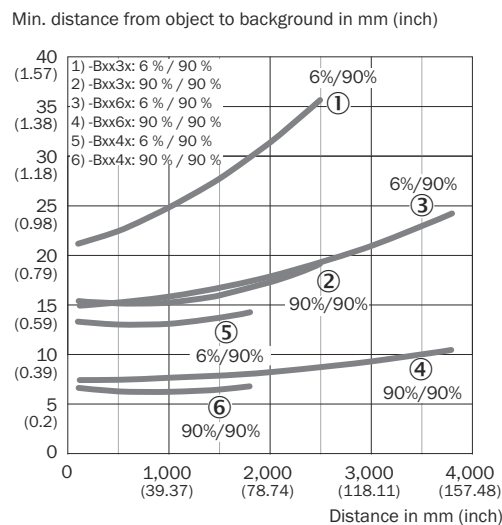

図 5: 曲線 1
使用条件の点検: 検出距離、対象物または背景までの距離、ならびに対象物の反射率を対応する図 [図 5] と照らし合わせてください (x = 検出距離、y = 対象物と背景間の最小距離 [mm] (対象物反射率 / 背景反射率) (反射率: 6% = 黒色、90% = 白色 (DIN 5033 に準拠した標準白色))。
背景抑制のための最低必要距離 (= y) は、図 [図 5 ①] を参照) から以下のように読み取ることができます: